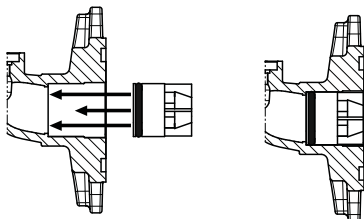

Fig. 1 Instalación de la válvula de retención
- Inserte la válvula de retención si es necesario. Consulte la fig. 1.